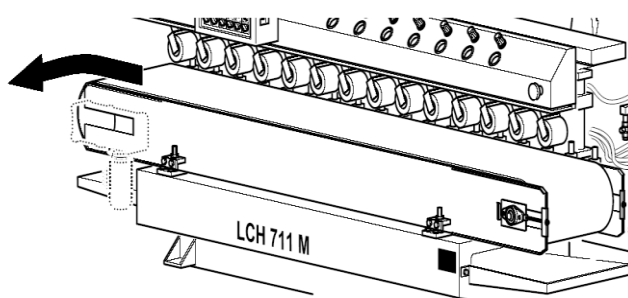

Fig. 47
6. En agissant du côté de la poulie de traînement, déboîter la bande (Fig. 47).